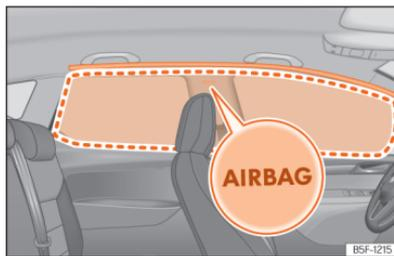

Abb. 36 Einbauort und Entfaltungsbereich des Kopfairbags.
Die Kopfairbags befinden sich zu beiden Seiten im Innenraum oberhalb der Türen »» **(Abb. 36)** und ihre Einbauorte sind mit dem Schriftzug „AIRBAG“ gekennzeichnet.
Der eingerahmte Bereich wird vom auslösenden Kopfairbag erfasst (Entfaltungsbereich) »» **(Abb. 36)**. Deshalb dürfen in diesen Bereich niemals Gegenstände abgelegt oder befestigt werden »» **△**.
- Stellen Sie sich, dass Kinder richtig in ihren Sitzen sitzen und ihren Kopf nicht in den Entfaltungsbereich der Kopfairbags halten »» **(Abb. 36)**, da sie beim Auslösen der Airbags von diesen getroffen werden und schwere Verletzungen erleiden könnten.